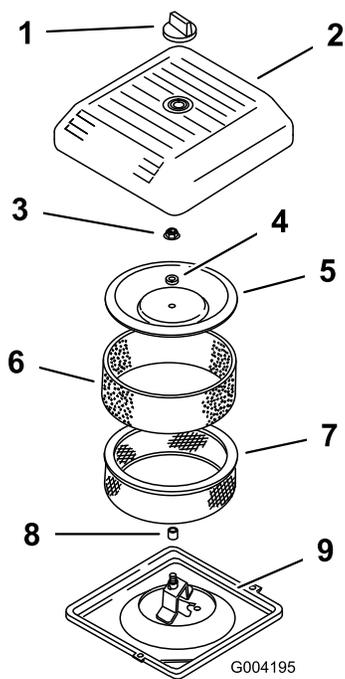

Bild 44
3. Schrauben Sie das Handrad ab und entfernen Sie die Luftfilterabdeckung (Bild 44).
- Schieben Sie den Schaumvorfilter vorsichtig vom Papiereinsatz herunter (Bild 44).
- Schrauben Sie die Abdeckungsmutter ab und nehmen Sie die Abdeckung und den Papiereinsatz ab (Bild 44).
- Schieben Sie den Luftfilter auf das Luftfilterunterteil (Bild 44).
- Setzen Sie die Abdeckung und das Distanzstück auf und befestigen Sie sie mit der Flügelmutter (Bild 44). Ziehen Sie die Mutter auf 11 N·m an.
- Setzen Sie die Luftfilterabdeckung ein und befestigen Sie sie mit dem Handrad (Bild 44).